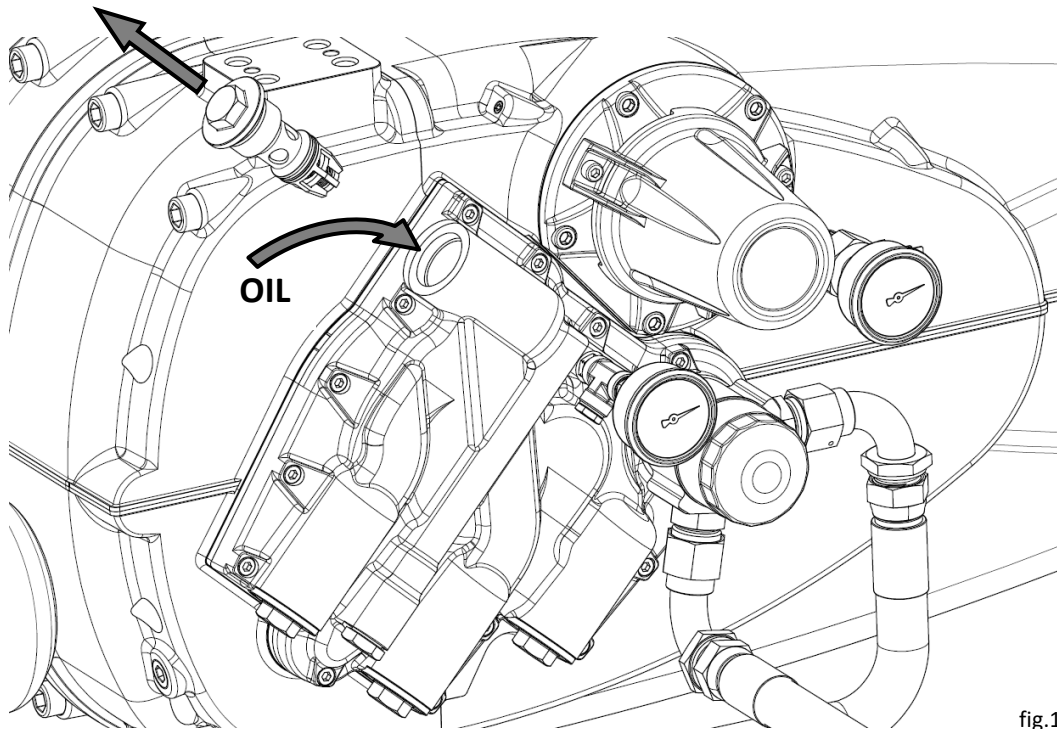

fig.15
- Démontez la cartouche avec la vanne de refoulement du corps de la pompe à huile et exécutez le remplissage du conduit avec de l'huile lubrifiante à l'aide d'une seringue ou d'un autre outil (fig. 15).